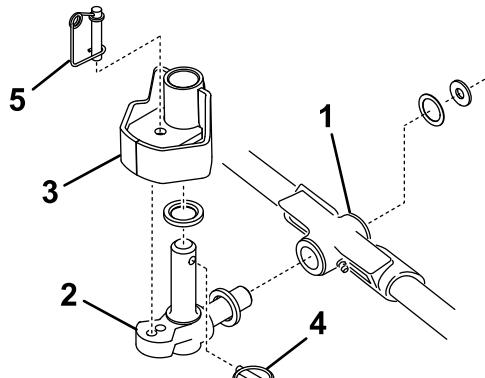

Bild 13
1. Setzen Sie eine Druckscheibe auf die horizontale Welle des Kreuzgelenks, wie in Bild 13 dargestellt.
2. Setzen Sie die horizontale Welle des Kreuzgelenks in das Befestigungsrohr des Trägerrahmens (Bild 13).
3. Befestigen Sie das Kreuzgelenk mit einer Druckscheibe, einer flachen Scheibe und einer Bundkopschraube am Trägerrahmen (Bild 13).
4. Setzen Sie eine Druckscheibe auf die vertikale Welle des Kreuzgelenks (Bild 13).
5. Falls abgenommen, setzen Sie die vertikale Welle des Kreuzgelenks auf die Hubarmdrehnabe (Bild 13). Führen Sie das Kreuzgelenk zwischen den beiden Zentrierpuffern aus Gummi in die Unterseite der Lenkplatte des Hubarms ein.
6. Setzen Sie den Klappstecker in das Kreuzloch an der Kreuzgelenkwelle (Bild 13).
Hinweis: Wenn Sie eine fixierte Mähwerkstellung wünschen, setzen Sie den Lenksperrstift auf das Befestigungsloch des Kreuzgelenks (Bild 13).
11. Haken Sie den Federdraht unten um den Lenksperrstift (Bild 13).